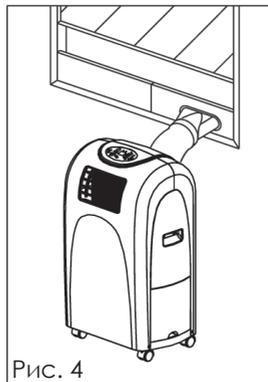

Рис. 4
2. Установите отводящую трубу и оконный ползунок, как показано на Рис. 4 и Рис. 4а
Рис. 4а